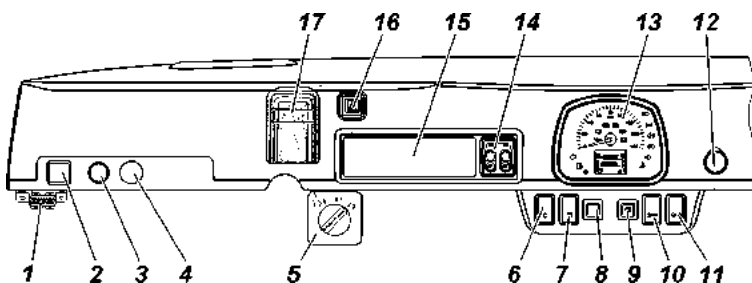

Рис. 3.3. Панель приборов (наименование позиций см. в тексте)
- 1 -панель приборов (рис. 3.3);
На панели приборов (рис. 3.3) расположены: